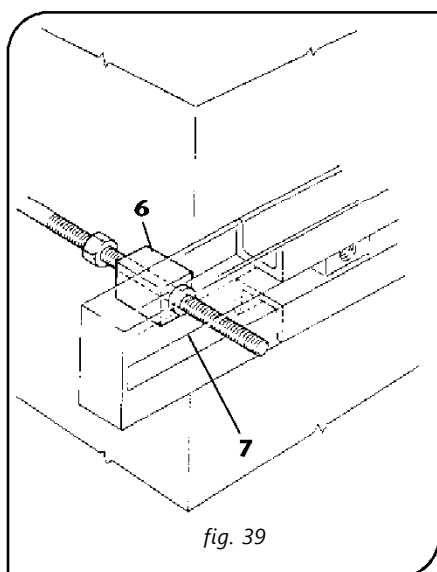

fig. 39
5. Kontrollera att den fyra distansblocken **6** är korrekt placerade i breddjusteringsspåren **7** på de främre fästelementen (fig. 39).